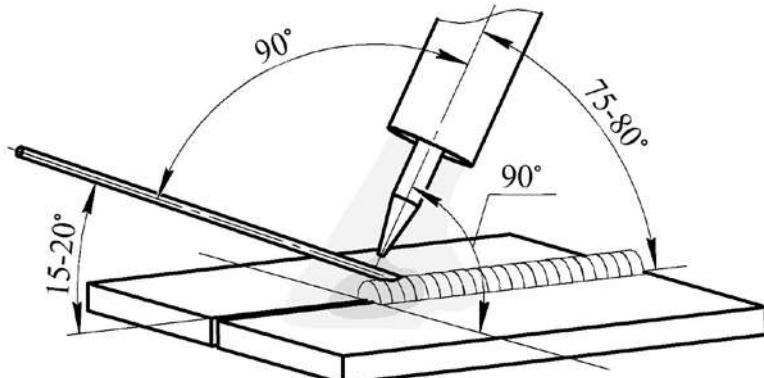

Рис. 13.8.1. Угол наклона горелки.
Сварку обычно выполняют справа налево. При сварке без присадочного материала электрод располагают перпендикулярно к поверхности свариваемого металла, а с присадочным материалом – под углом. Присадочный пруток перемещают впереди горелки (См. рис. 13.8.1).
**При аргонодуговой сварке также следует не забывать про противоположный угол наклона горелки (См. рис. 13.8.1). Это влияет на формирование сварочного шва. Страйтесь держать горелку под углом 90° (по отношению к линии шва).**